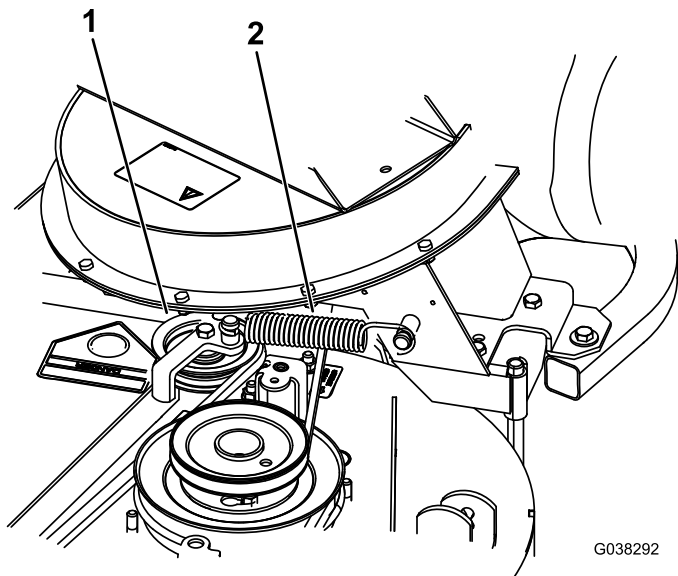

Figure 57
8. Montez le ressort comme montré à la Figure 57.
9. Placez la courroie sur la poulie de tension rappelée par ressort (Figure 57).